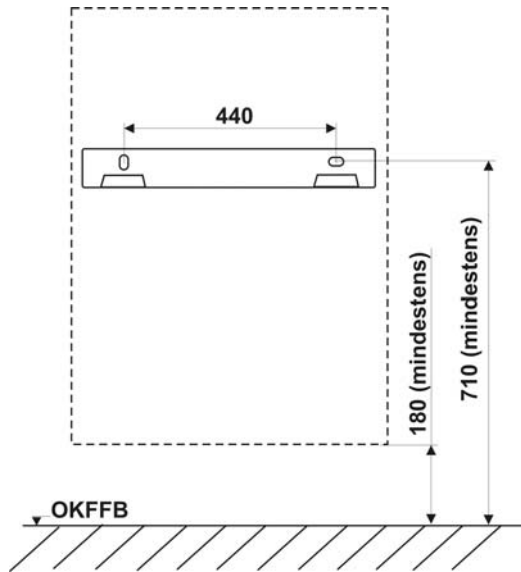
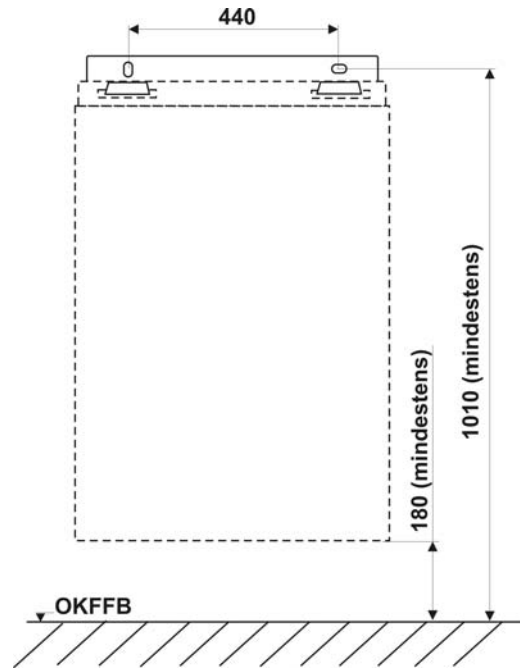

Bild 1: Montagemaße SD 350
Bild 2: Montagemaße SD 550
1. Befestigen Sie den mitgelieferten Wandbefestigungsbügel waagrecht an der Wand. Achten Sie auf die unterschiedlichen Montagemaße je nach Typ Sole-Defroster gemäß Bild 1 oder Bild 2.